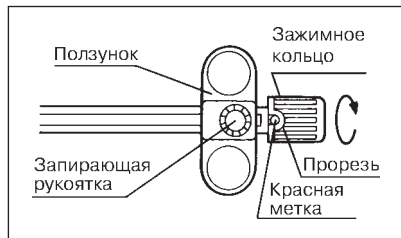

Рис. 4.
- (1) Поверните зажимное кольцо на инструментальной рукоятке до появления в прорези красной метки (см. рис. 4).